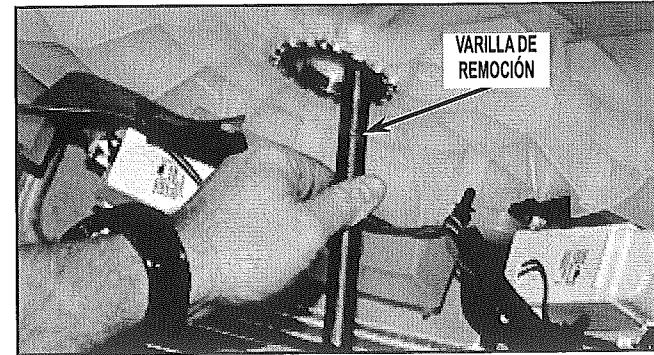

FIGURA 10
14. Vuelva a inclinar la lavadora hacia atrás y retire el rodamiento superior con ayuda de la varilla de remoción y el martillo. Deseche todas las piezas. Vea la *Figura 10*.